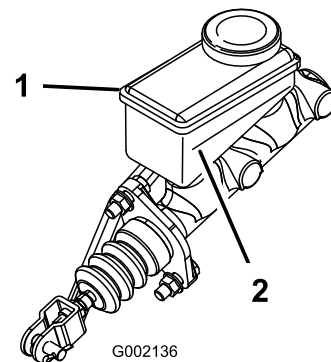

Figura 66
- 5. Observe o nível do fluido na parte lateral do reservatório (Figura 66).
- B. Adicione fluido dos travões DOT 3 ao reservatório até o nível do fluido estar acima da linha de mínimo (Figura 66).